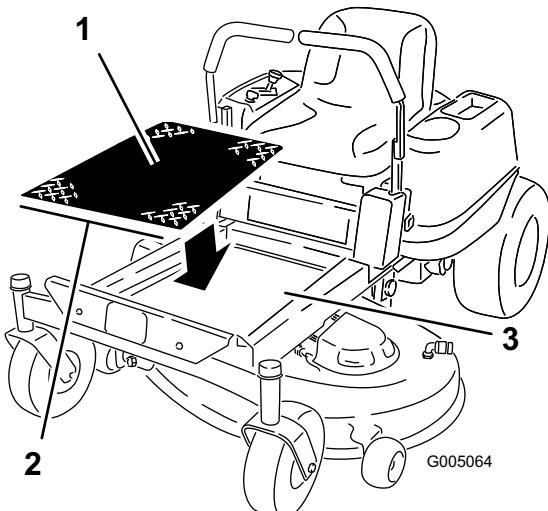

Bild 1
1. Ziehen Sie die selbstklebende Unterschicht von der Fußmatte ab (Bild 1).
2. Positionieren Sie die Fußmatte so, dass die breitere Kante vorne ist, siehe Bild 1.